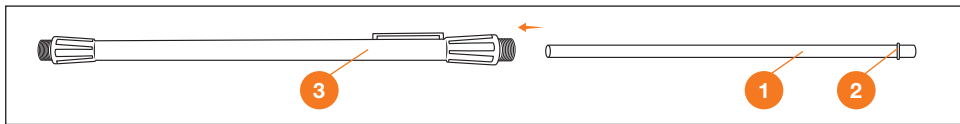

Рис. 3
1. Соберите телескопическую штангу (если она не собрана): внутреннюю трубку **1** вставьте во внешнюю трубку **3** со стороны рукоятки управления таким образом, чтобы металлическое стопорное кольцо **2** находилось с задней стороны (Рис. 3).